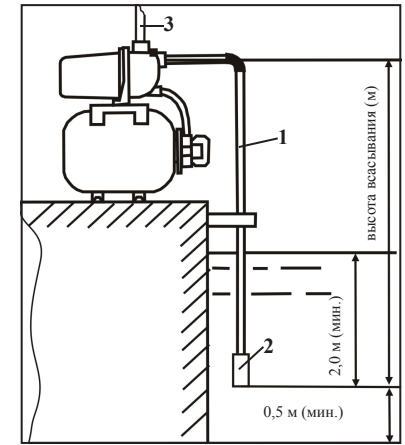

рис. 3
**Внимание!** Для оптимального функционирования насоса станции рекомендуется всасывающую трубу/шланг оснащать обратным клапаном 2 (рис.3) (в комплект поставки не входит).
6.6 Присоедините напорный шланг/трубу 3 (рис.3) к выходному отверстию.